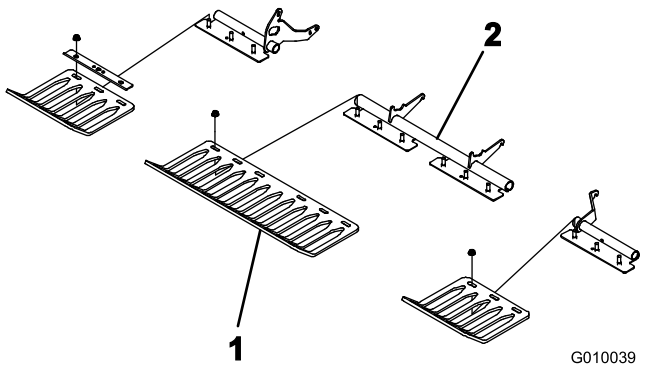

图23
3. 使用4个护草板夹具和12个凸缘螺母将护草板松松地安装到护草板支架上图23。切勿将紧固件拧得过紧。
注意 护草板夹具和凸缘螺母在出厂时已固定到护草板支架上图23。